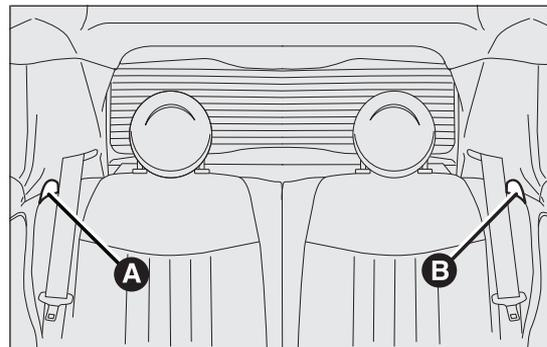

fig. 75
- actionner les leviers A fig. 75 ou B pour débloquer respectivement la partie gauche ou droite du dossier et accompagner le dossier sur le coussin.
- actionner les leviers A fig. 75 et B pour débloquer les dossiers et les accompagner sur le coussin.